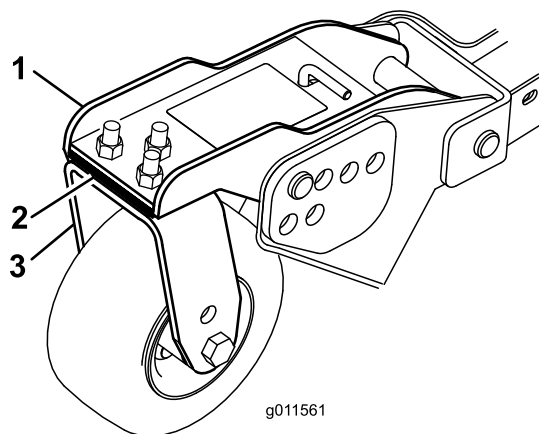

Bild 33
3. Stellen Sie die Beilagscheiben (3 mm) an den vorderen Laufradgabeln auf die entsprechende Schnitthöhe auf dem Aufkleber ein (Bild 33).
Kante des Frontmähwerks zu hoch ist, entfernen Sie eine Beilagscheibe (3 mm) von der Unterseite des vorderen inneren Laufradarms am Mähwerk (Bild 33).